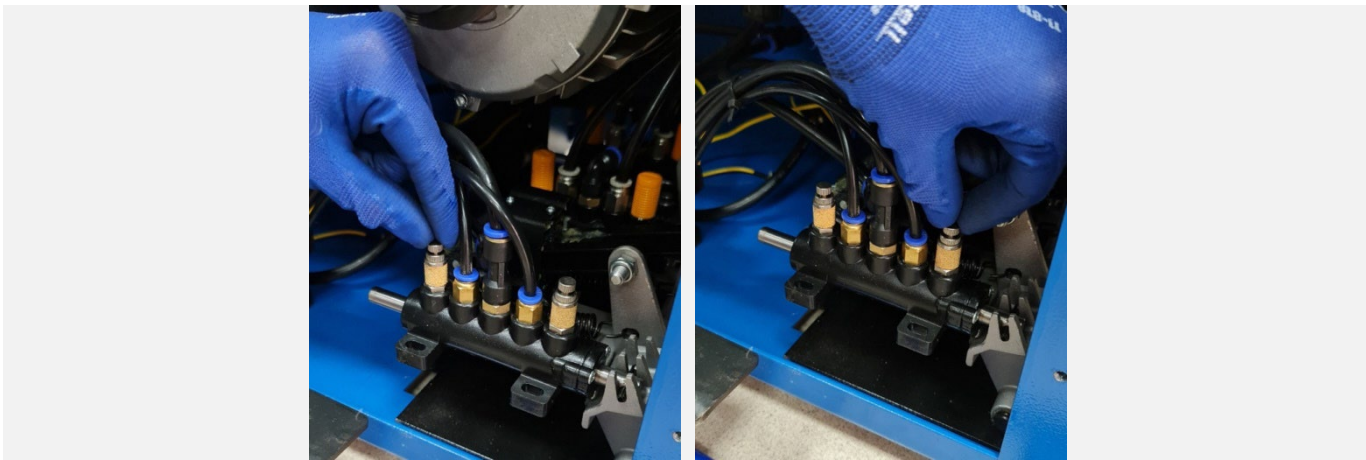

Рисунок 62
11.7.2 Поворачивая пневморосель с глушителем, расположенный на пневматическом распределителе, управляющим движением монтажной колонны (см. Рисунок 62), установить требуемую скорость (плавность) откидывания и возврата в рабочее положение монтажной колонны.